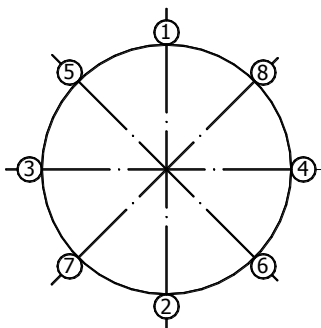

Рис.7
4.3.11 Затяжку болтов (шпилек), крепящих ППР к фланцам на трубопроводе, производить поочерёдно по диаметрально противоположным парам (см. рис.7), при этом необходимо избегать применения чрезмерно больших усилий. Рекомендуемый момент силы при закручивании гаек в зависимости от исполнения ППР приведен в таблице 2.